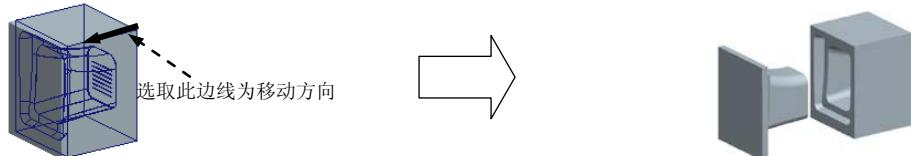

图 2.14 移动上模
- (1) 选择 **模具** 功能选项卡 **分析** ▾ 区域中的按钮“模具开模”命令 .
- (2) 在 **MOLD OPEN (模具开模)** 菜单中选择 **Define Step (定义步骤)** 命令。在“定义间距”菜单中选择 **Define Move (定义移动)** 命令。系统弹出“选择”对话框。
- (3) 在系统 **为迁移号码1 选择构件** 的提示下，选取模型中的上模，然后在“选择”对话框中单击 **确定** 按钮。
- (4) 在系统 **通过选择边、轴或面选择分解方向** 的提示下，选取图 2.14 所示的边线为移动方向，然后在系统的提示下，输入要移动的距离值-100，并按 Enter 键。
- (5) 在 **DEFINE STEP (定义步骤)** 菜单中选择 **Done (完成)** 命令，移出后的状态如图 2.14 所示。